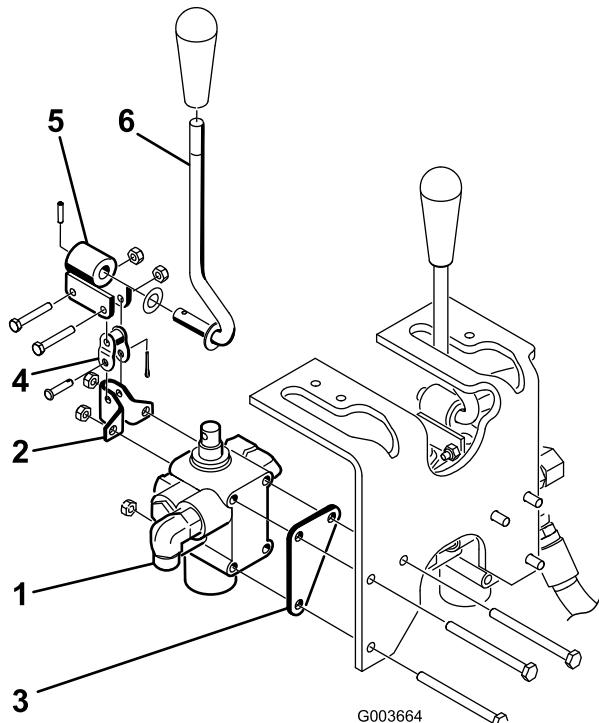

Рисунок 5
- Установите узел клапана, кронштейн шарнира и пластину клапана на раму, используя 3 болта (1/4 x 3 дюйма) и 3 контргайки (Рисунок 5). При монтаже установите пластину клапана на переднюю сторону элемента рамы. Затяните с моментом 90-110 дюйм-фунт.
- Свободно закрепите узел шарнирного рычага к золотнику клапана и к промежуточному звену 2 болтами (#10 x 1-1/4 дюйма) и 2 контргайками (Рисунок 5). Не затягивайте болт на этом этапе.